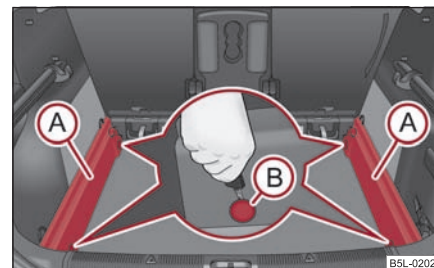

Fig. 107 Maletero: Soltar los puntos de retención
- Soltar los puntos de retención **(B)** en los rieles portantes con la llave del vehículo o con un destornillador plano ⇒ fig. 107.